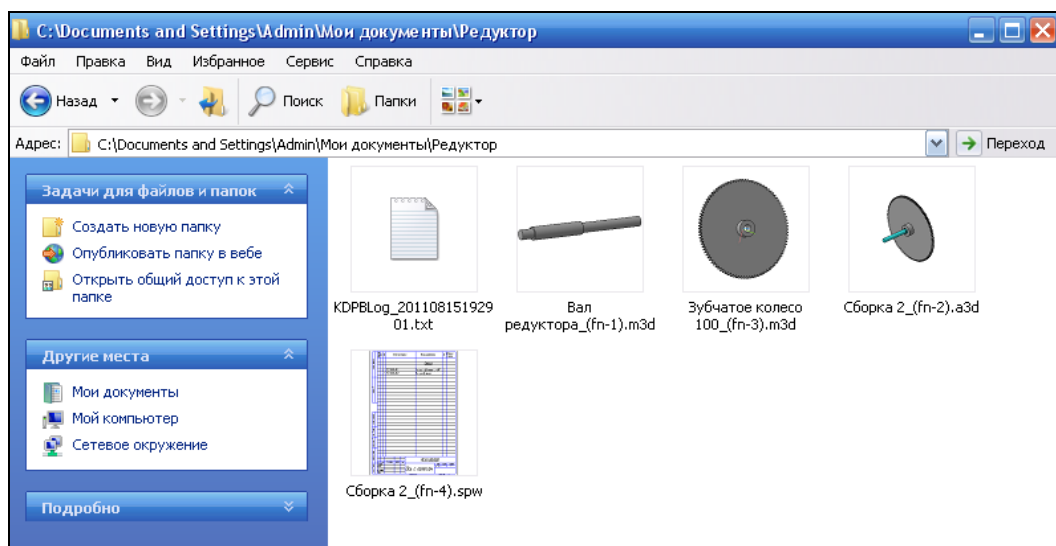

Рис. 10.4. Раскрытая папка *Редуктор* с частью комплекта
- ◆ откройте папку *Редуктор* (рис. 10.4). Обратите внимание, что в папке *Текстовый документ* показан анализ содержимого папки комплекта, а чтобы имя каждого КОМПАС-документа в комплекте было уникальным, к исходному имени файла документа добавляется текст $_(\text{fn}-N)$, где N — порядковый номер документа в комплекте.